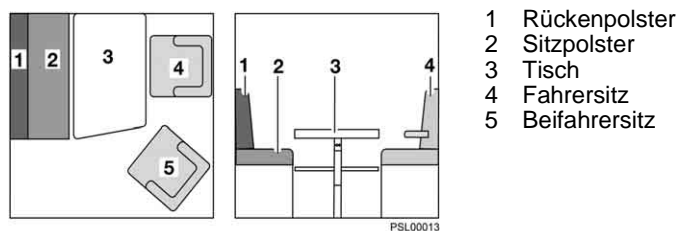

Bild 42 Vor dem Umbau
- Den Fahrsitz (Bild 42,4) mit der Rückenlehne zur Fahrtür drehen.
- Den Beifahrersitz (Bild 42,5) mit der Rückenlehne zur Beifahrtür drehen.
- Den Tisch (Bild 42,3) zum Bettunterbau umbauen (siehe Abschnitt 7.6).